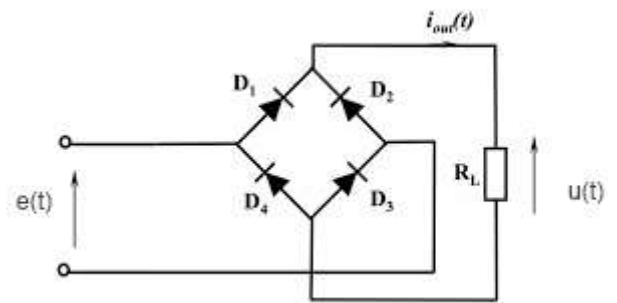

Fig. 09
- pour l'alternance négative de $e(t)$ (figure 09) :